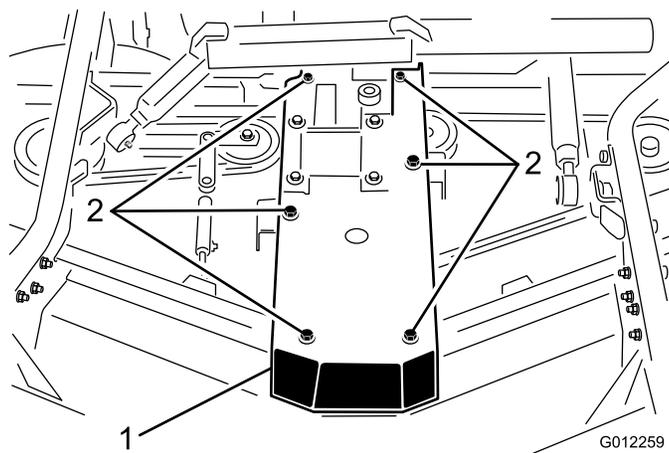

Bild 23
3. Entfernen Sie die Kopfschrauben und Muttern, mit denen die Getriebeplatte an den Mähwerkkanälen befestigt ist (Bild 23). Heben Sie die Getriebeplatte und das Getriebe von den Mähwerkkanälen und legen Sie oben auf das Mähwerk.